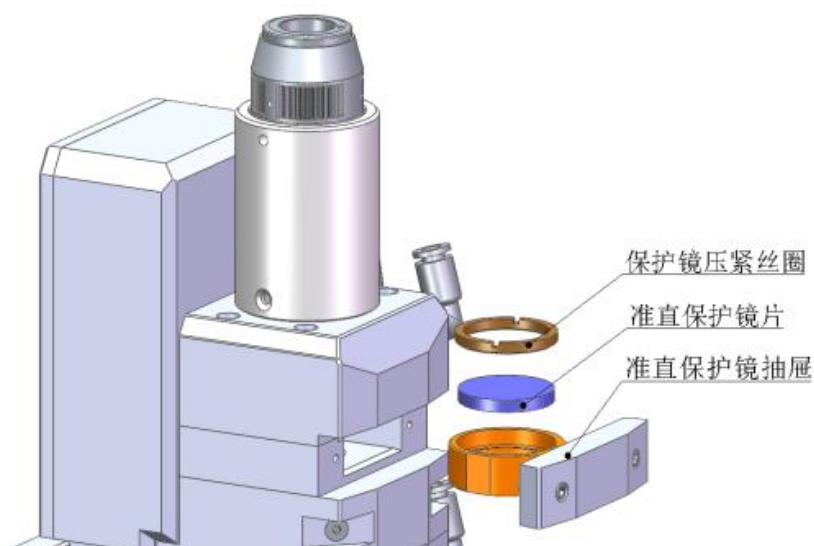

图 13 A235E 切割头准直保护镜片示意图
- (1) 如图13，拧松两颗锁紧螺，捏住抽屉式镜座两边拉出保护镜座；
- (2) 用工具取下保护镜压紧丝圈，戴好指套取出镜片；
- (3) 清洁镜片、镜座和丝圈；
- (4) 将擦拭干净的新镜片（不分正反面）安装到抽屉式镜座里；
- (5) 装回保护镜压圈；
- (6) 将保护镜座重新插回激光加工头，拧紧锁紧螺钉。